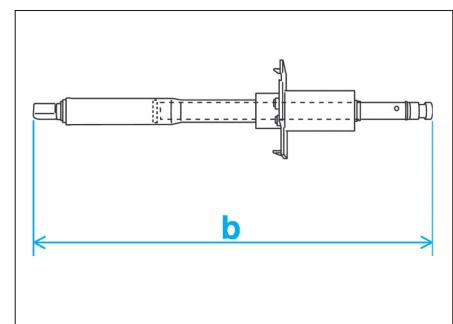

FIG. 14
- Vérifier la longueur de l'arbre de direction ($b = 363$ mm) (Fig.14), qu'il tourne librement, qu'il ne présente pas de détérioration anormale.